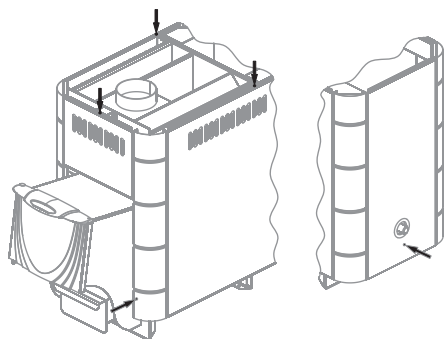

Рисунок 12. Саморезы для демонтажа конвектора печи «Компакт Б»
3. Снять конвектор, открутив 6 саморезов (рисунок 12)